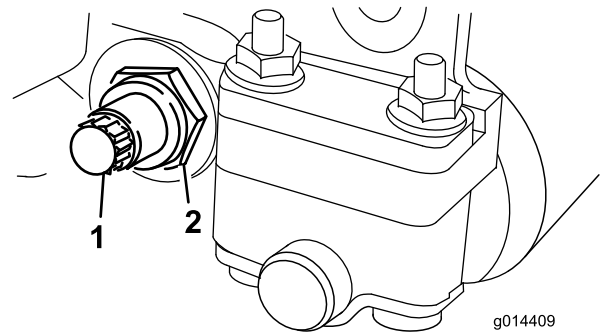
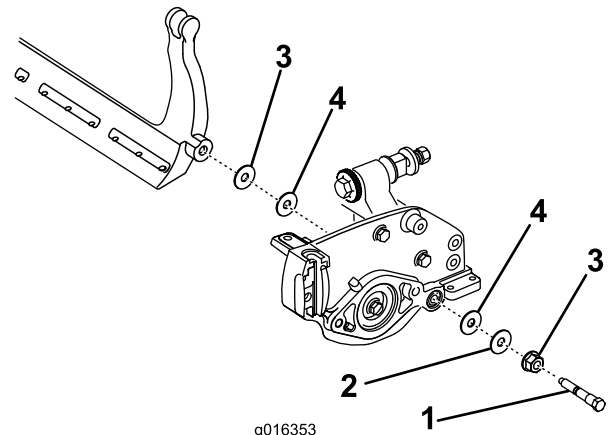

Bild 19
Bild 20
3. Lösen Sie an jeder Seite der Maschine die Klemmmutter, mit der die Schraube des Untermesserträgers befestigt ist (Bild 19).
4. Nehmen Sie jede Schraube des Untermesserträgers ab, damit der Untermesserträger nach unten gezogen und von der Maschine entfernt werden kann (Bild 19). Bewahren Sie die zwei Nylon- und die zwei Scheiben aus gestanzten Stahl an jedem Ende des Untermessers auf (Bild 20).
2. Befestigen Sie den Untermesserträger mit den Untermesserträgerschrauben (Muttern an den Schrauben) und den sechs Scheiben an jeder Seitenplatte. Legen Sie eine Nylonscheibe an jede Seite der Seitenplattenansatzes. Legen Sie eine Stahlscheibe außen auf jede Nylonscheibe (Bild 20). Ziehen Sie die Schrauben auf 27-36 Nm fest. Ziehen Sie die Sicherungsmuttern an, bis sich die Stahlscheibe außen nicht mehr dreht und kein Spiel am Ende vorhanden ist, ziehen Sie jedoch nicht zu